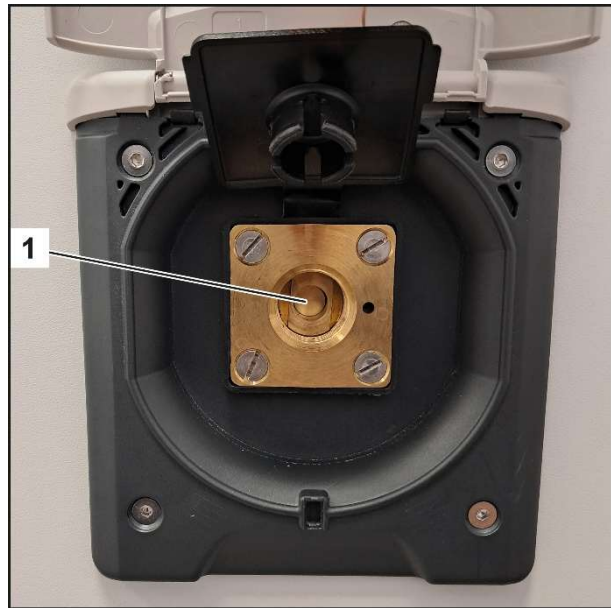

Abb. 14
8. Entfernen Sie den Tankadapter (Abb. 13/1) vom Füllanschluss (Abb. 14/1).